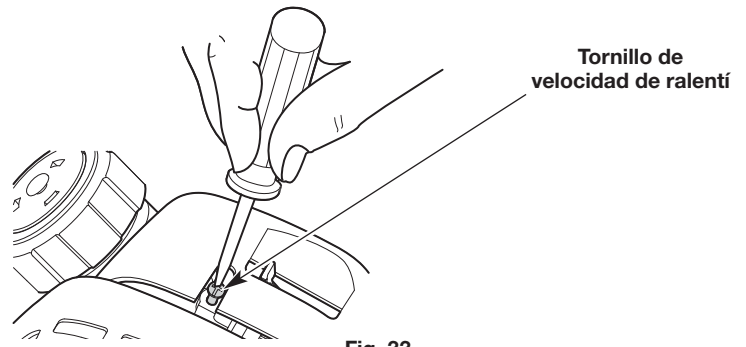

Fig. 33
- Si el motor se para, use un destornillador Phillips pequeño para girar el tornillo de velocidad de ralentí en el sentido de las agujas del reloj, 1/8 de giro cada vez (según sea necesario) hasta que el motor funciona al ralentí de manera uniforme (Fig. 33).
- Si el motor funciona al ralentí demasiado rápido, gire el tornillo de velocidad de ralentí en el sentido contrario de las agujas del reloj, 1/8 de giro a la vez (según sea necesario) para reducir la velocidad de ralentí (Fig. 33).